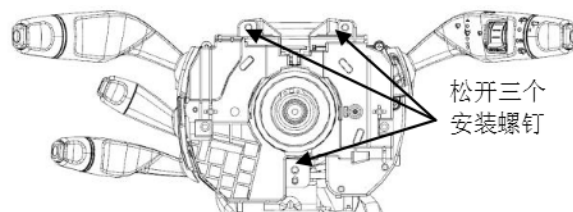

图5-7
①拔下连接在组合开关上的接插件。
②用十字起松开组合开关的三个安装螺钉，如图5-7所示，取下组合开关。